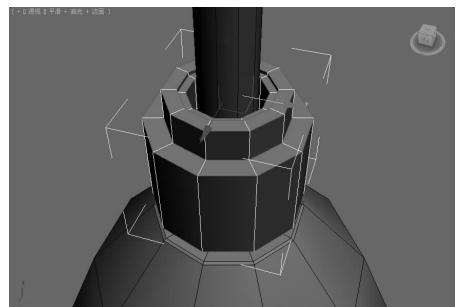

图 5-110 选中第二个圆柱体的边▲
(5) 选中第二个圆柱体, 单击“边”按钮, 选中如图 5-110 所示的瓶盖上所有多边形的边。